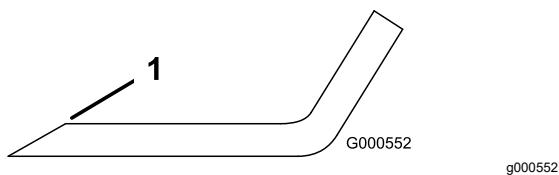

Figura 86
1. Utilice una lima para afilar el filo de corte en ambos extremos de la cuchilla (Figura 86).
Nota: Si la cuchilla no está equilibrada, rebaje algo el metal en la parte de la vela solamente con una lima (Figura 86).